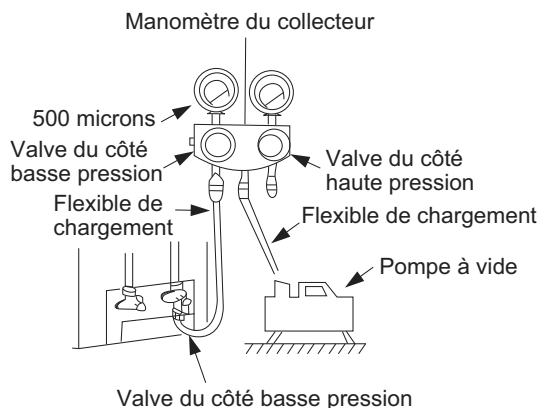

Fig. 18 — Collecteur
3. Ouvrez complètement le côté basse pression du manomètre du collecteur (consultez la figure 18).